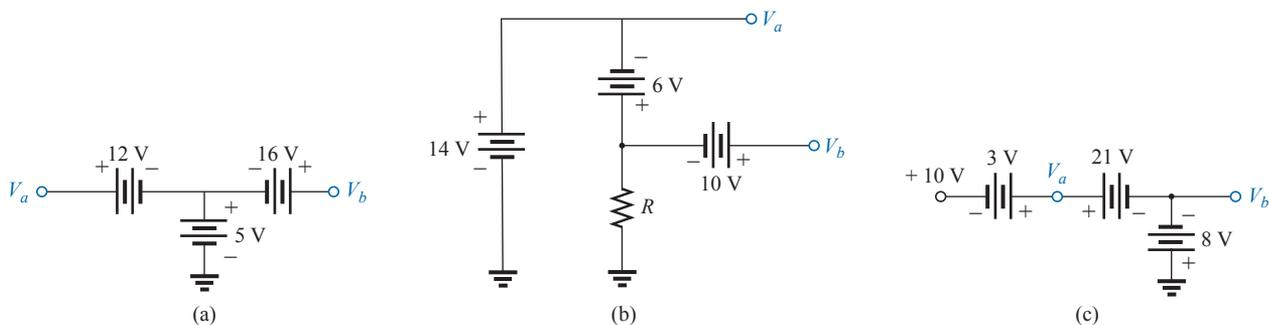

Figura 5.118 Problema 35.
- 35. Determine as tensões V_a , V_b e V_{ab} para os circuitos mostrados na Figura 5.118.